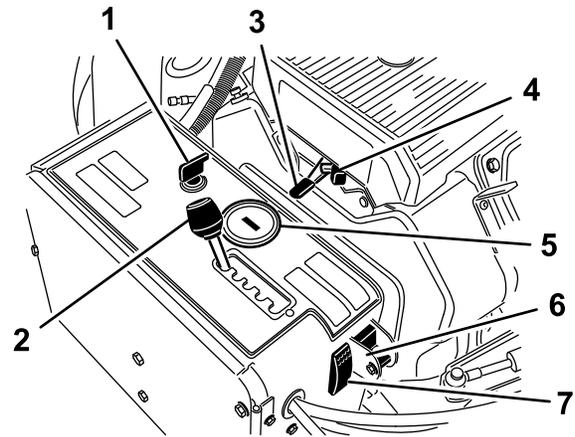

Bild 12
Mit dem Zündschalter lassen Sie den Motor an und stellen ihn ab (Bild 12). Der Zündschalter hat drei Stellungen:
Stellen Sie den Aerifizierabstandshebel (Bild 12) auf den gewünschten Lochabstand oder auf „T“ für den Transport.
Verwenden Sie den Gasbedienungshebel (Bild 12), um die Motordrehzahl zu steuern: Wenn Sie den Gasbedienungshebel nach vorne bewegen, erhöht sich die Motordrehzahl (SCHNELL-Stellung); nach hinten verringert sich die Motordrehzahl (LANGSAM-Stellung). Die Motordrehzahl steuert die Geschwindigkeit des Aerifizierkopfs und die Fahrgeschwindigkeit der Maschine.
- Wenn der Motor abgestellt wird, zeigt der Betriebsstundenzähler/Drehzahlmesser (Bild 12) die Anzahl der Stunden an, die der Motor betrieben worden ist.
Verwenden Sie den Choke, wenn Sie einen kalten Motor starten (Bild 12).
Drehen Sie den Schalter in die untere Stellung, um die TrueCore-Funktion zu deaktivieren (Bild 12). Entfernen Sie die Schraube, um an den manuellen Schalter zum Folgen der Bodenkontur zu gelangen.
Drücken Sie den System-Reset-Schalter (Bild 12), um den Aerifizierkopf anzuheben, wenn die Maschine außer Betrieb gesetzt wird (z. B. wenn der Maschine der Kraftstoff ausgeht).